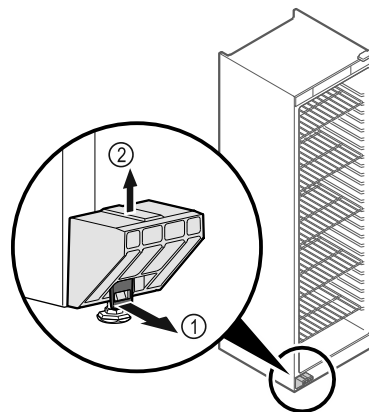

Fig. 6
- ▶ Beugel Fig. 6 (1) naar voren trekken.
- ▶ Transportbeveiliging Fig. 6 (2) naar boven toe lostrekken.